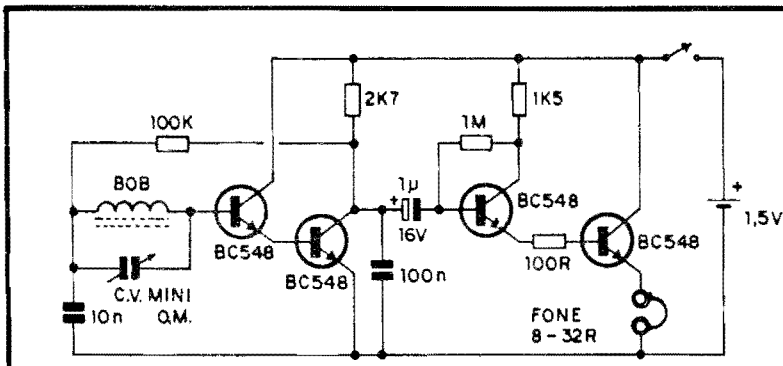

Fig. 1
- FIG. 1 - DIAGRAMA ESQUEMÁTICO DO CIRCUITO - Um circuito, baseado totalmente em transistores comuns (porém de alto ganho individual...), foi escolhido, com seus 4 componentes ativos (todos meros BC548...) agrupados em dois blocos Darlington. Os dois BC548 da esquerda amplificam, em ganho bastante elevado e de forma direta, a Rádio-Frequência previamente sintonizada pelo conjunto LC (bobina e capacitor variável para O.M.). Como um "lado" do conjunto de sintonia é acoplado diretamente à base do conjunto Darlington, o capacitor de 10n desacopla à "terra", de modo a não "bagunçar" a polarização dos transistores... Falando em polarização, como carga de coletor desse primeiro Darlington temos um resistor de 2K7, enquanto que, na "polarização automática" de base, usamos um resistor de 100K, com o sistema promovendo, além do estabelecimento do "ponto" ideal de funcionamento dos transistores, um certo